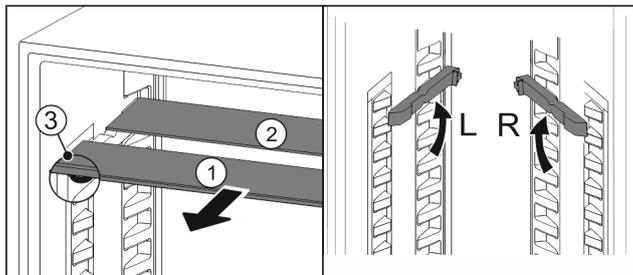

Fig. 22
- ▶ Издърпайте Fig. 22 (1) поотделно стъклените плочи напред.
- ▷ Стъклената плоча Fig. 22 (1) с декоративната лайсна е отпред.
- ▷ Ограничителите Fig. 22 (3) сочат надолу.